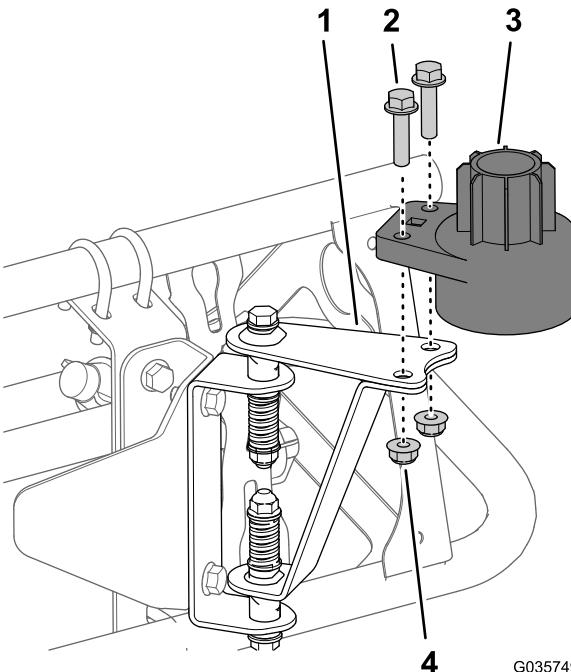

図 20
1. センサー取り付け用金具図 20に下側センサーハウジングを取り付けるボルト5/16 x 1 1/4"2本とロックナット5/16"2個を使用する。